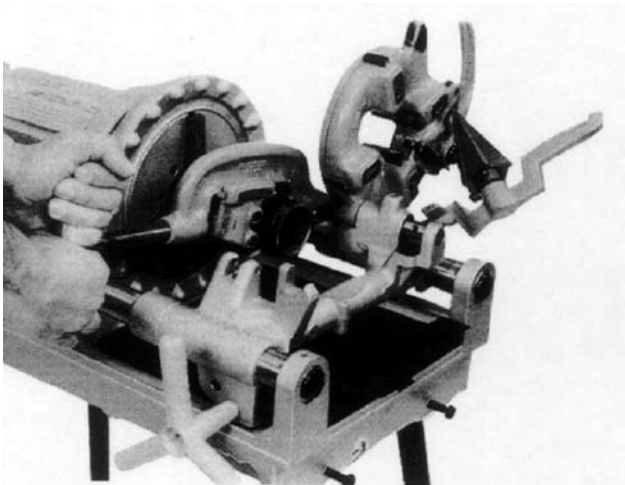

Fig. 3
- **Труборез(В):** Установить режущий ролик трубореза в точке резания и подать ролик к трубе, поворачивая рукоятку по часовой стрелке (рис. 3) во время вращения трубы.